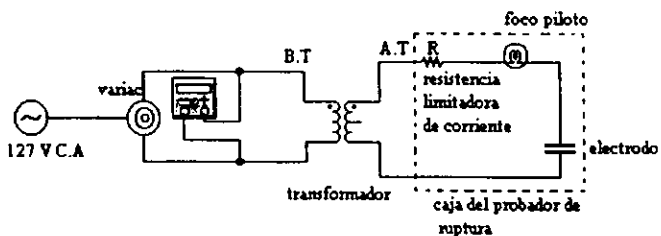

FIGURA 5
- d) Arme el dispositivo de la figura 5.